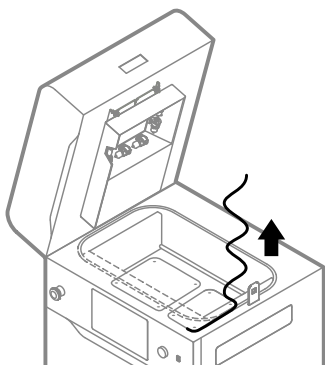

Abb. 12.24 Entferne das gebrauchte Glasfaserseil vom Print Bed.
17. Entferne das gebrauchte Glasfaserseil um das Print Bed. Du kannst den Metallspatel verwenden, um die Dichtung herauszuziehen (Abb. 12.24).